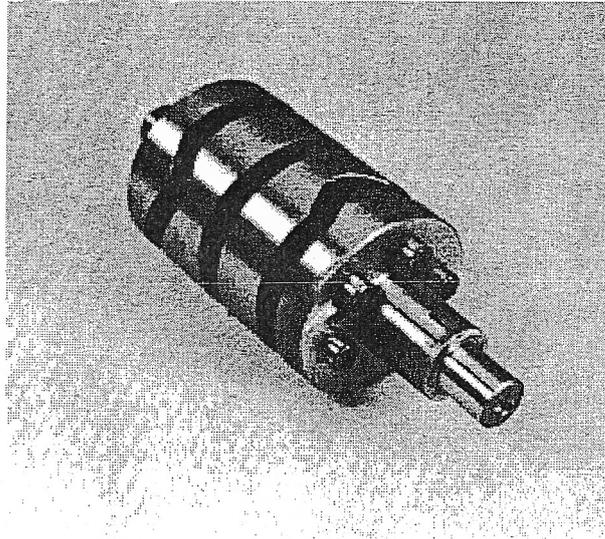

FIG. 26
4. Las horquillas de cambios se accionan por el tambor del cambio (Fig 26). Las horquillas de cambio tiene una pequeña espiga redondeada. Estas espigas entran en la ranuras hechas en el tambor de cambios. Cada horquilla tiene su propia ranura. Cuando el tambor gira, la ranura mueve las horquillas de un lado a otro ,engranando la marcha adecuada. El tambor esta labrado de manera que solo una horquilla se mueve al tiempo; y solo un sistema de engranaje es accionado a la vez
6. El tambor de cambio tiene cuatro espigas circulares en su extremo izquierdo. A estas espigas se les llaman los pernos del selector (Fig 26) y son parte del mecanismo de accionamiento del tambor.